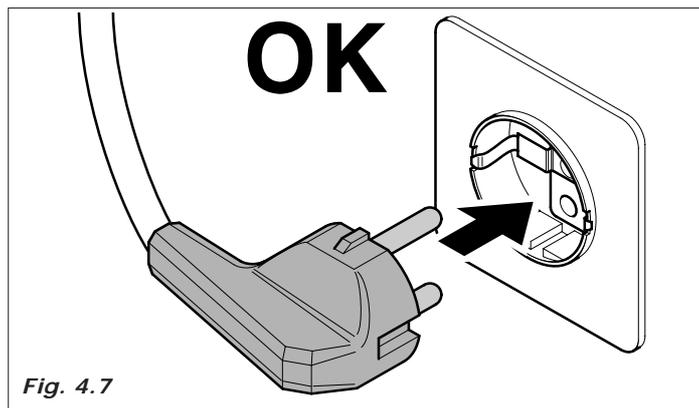

Fig. 4.7
- El distribuidor está dotado de un cable de alimentación H05VV-F 3x1,5 mm2, con clavija SCHUKO (Fig.4.7).